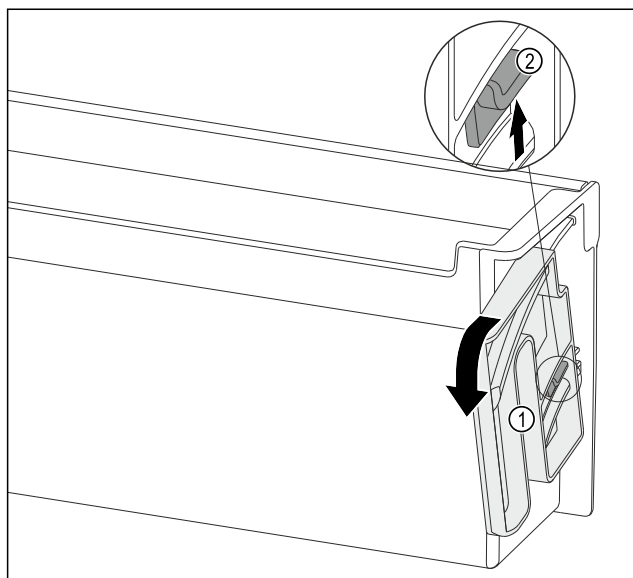

Fig. 110
- Завъртете завъртащото устройство Fig. 110 (1) в показаната посока докрай.
- Натиснете езичето Fig. 110 (2) нагоре и свалете завъртащото устройство Fig. 110 (1).